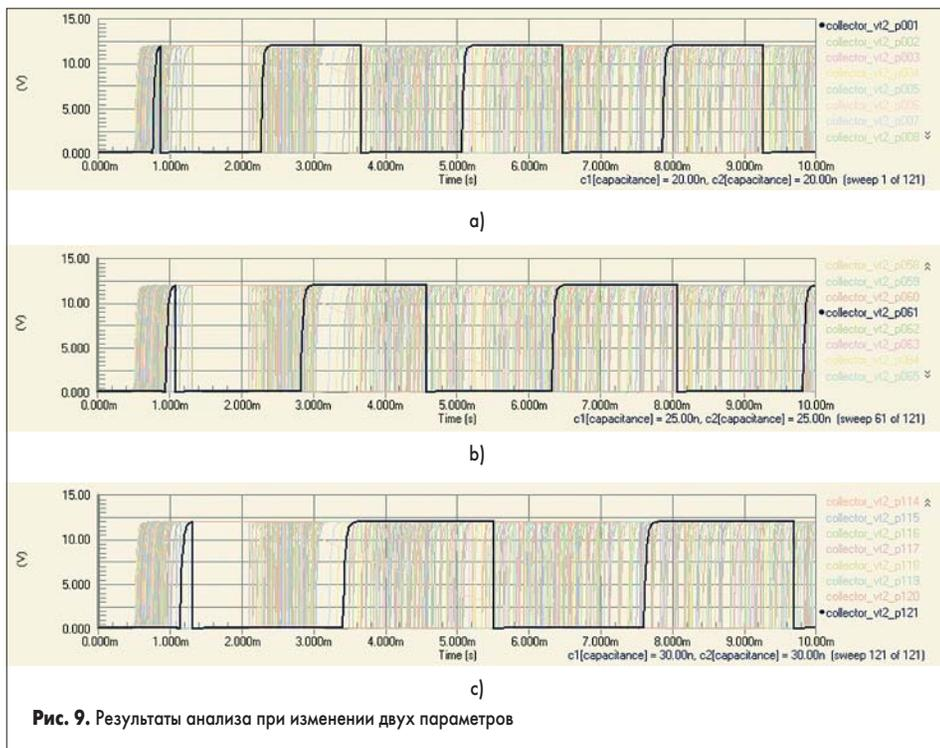

Рис. 9. Результаты анализа при изменении двух параметров
31. Щелкнем левой кнопкой мыши на имени сигнала collector_vt2_p001, показанном справа от графика. В правом нижнем углу графика появится описание выбранного сигнала: «c1(capacitance) = 20.00n c2(capacitance) = 20.00n (sweep 1 of 121)» (рис. 9, a). Это же описание будет продублировано в строке состояния.
33. Нас интересуют сигналы, полученные при одинаковых значениях емкости конденсаторов C1 и C2, поэтому найдем такой сигнал в списке (например, collector_vt2_p061) и щелкнем на его названии. В правом нижнем углу графика появится описание: «c1(capacitance) = 25.00n c2(capacitance) = 25.00n (sweep 61 of 121)» (рис. 9, б).
- Легко видеть, что период колебаний, как и ранее, с ростом емкости конденсаторов увеличился, но так как значения емкости одинаковые, скважность импульсов осталась равна 1. Максимальное увеличение периода колебаний можно наблюдать на диаграмме последнего сигнала collector_vt2_p121 (рис. 9, в).